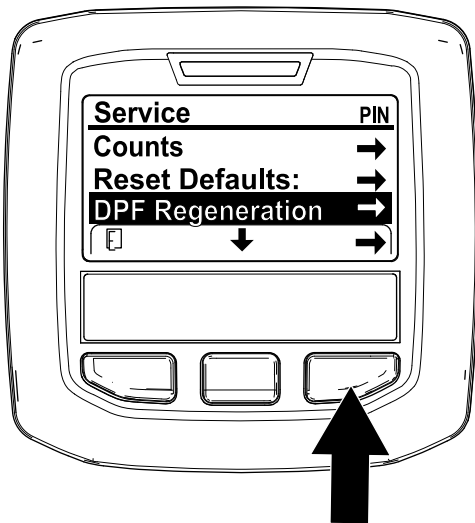

Figura 34
1. Aceda ao menu de manutenção, pressione o botão central para se deslocar para a opção REGENERAÇÃO DO DPF (Figura 34).
2. Pressione o botão direito para selecionar a entrada Regeneração do filtro de partículas de gásóleo (Figura 34).